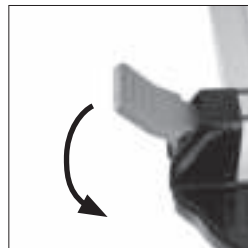

Abb. 20
- Drücken Sie den Griff nach unten, um den Parallelschlag an seinem Platz zu verriegeln. **(Abb. 20)**.